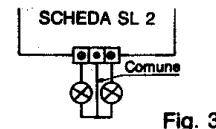

Fig. 3
- 4.C) La morsettiera di questa schedina è a tre posti; quello centrale sarà collegato al comune (filo blu) delle due lampade, gli altri due posti andranno collegati al filo di ritorno delle lampade (vedi fig. 3).